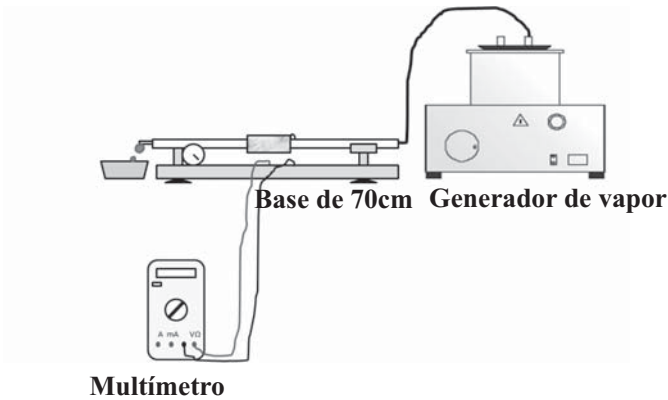

Figura 6.1: Montaje del equipo para medir la dilatación térmica
- Realice el montaje del experimento que se muestra en la figura 6.1.